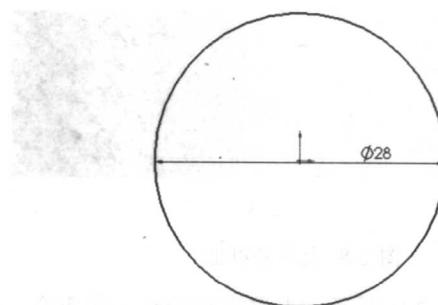

图 2-5 画圆
STEP3 以原点为圆心，绘制一圆，标注尺寸如图 2-5 所示。